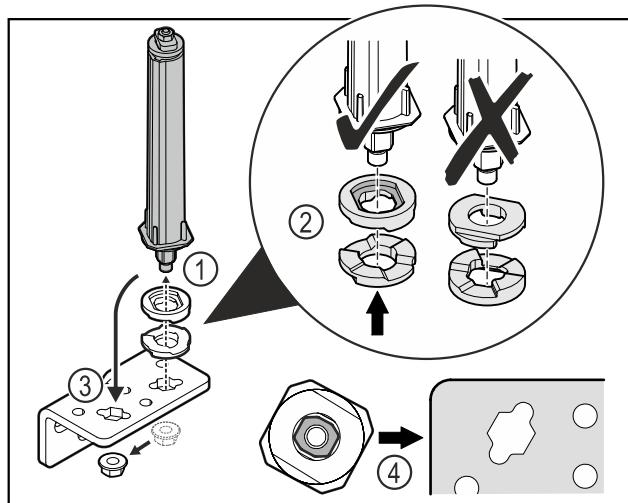

Fig. 39
- ▶ Atlaisvinkite veržlę ir pašalinkite durų uždarymo sistemą Fig. 39 (1).
- ▶ Atkreipkite dėmesį į tai, kad aukščio reguliavimo poveržlės būtų tinkamai išlygiuotos Fig. 39 (2).
- ▶ Perkelkite durų uždarymo sistemą šarnyriniame kampuotyje ir užfiksokite veržlę Fig. 39 (3).
- ▶ Įstatydami atkreipkite dėmesį į tai, kad durų uždarymo sistema būtų tinkamai išlygiuota Fig. 39 (4).